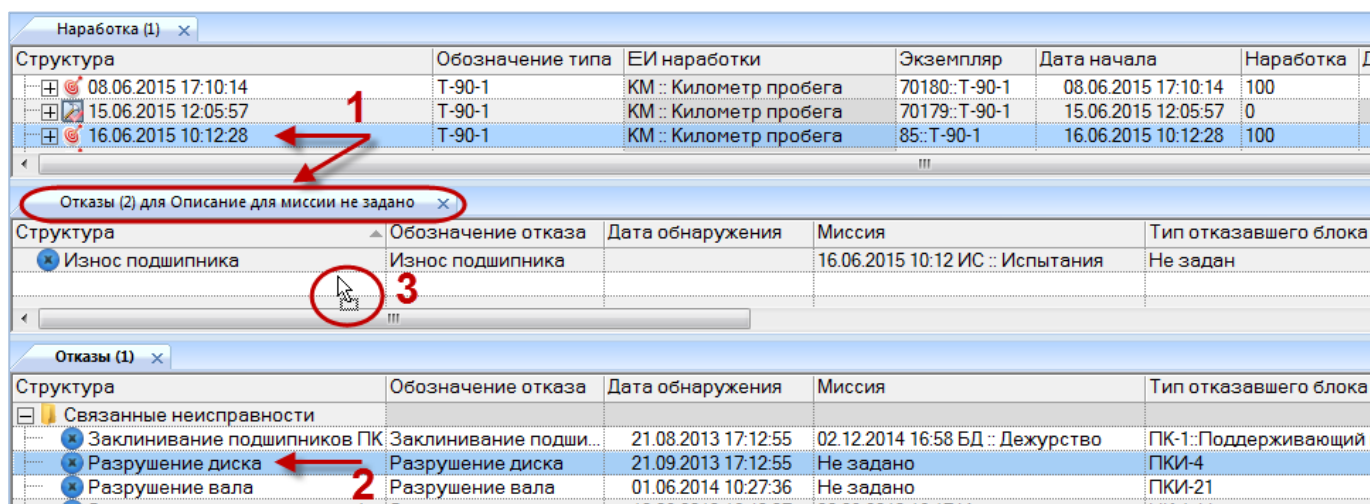

Рис. 26-50 – Переместить неисправность в окно связанных объектов «Неисправности» для миссии
2) Выделить миссию в рабочем окне «Наработка» и открыть окно связанных объектов «Неисправности» для выбранной миссии (1 на рис. 26-50).
3) Выделить неисправность в рабочем окне «Неисправности» (2 на рис. 26-50).
4) Переместить с помощью мыши неисправность в окно связанных с миссией неисправностей – появится подсказка вида «+ Создать связь X объект(ов) в ...» (3 на рис. 26-50). Отпустить кнопку мыши.